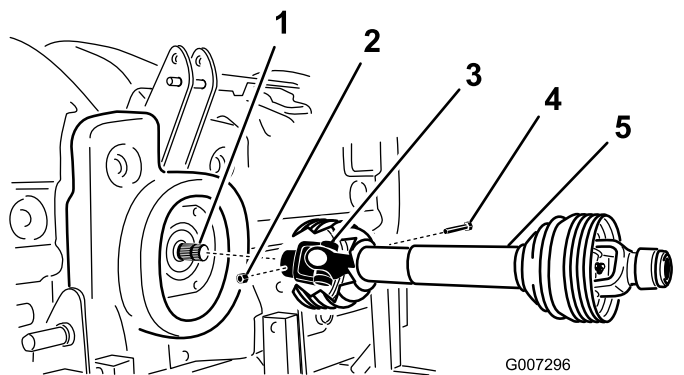

Figura 11
- 2. Ligue o veio da tomada de força ao eixo de entrada da transmissão com um parafuso 1/2 x 3 pol. e uma porca 1/2 pol. (Figura 11).